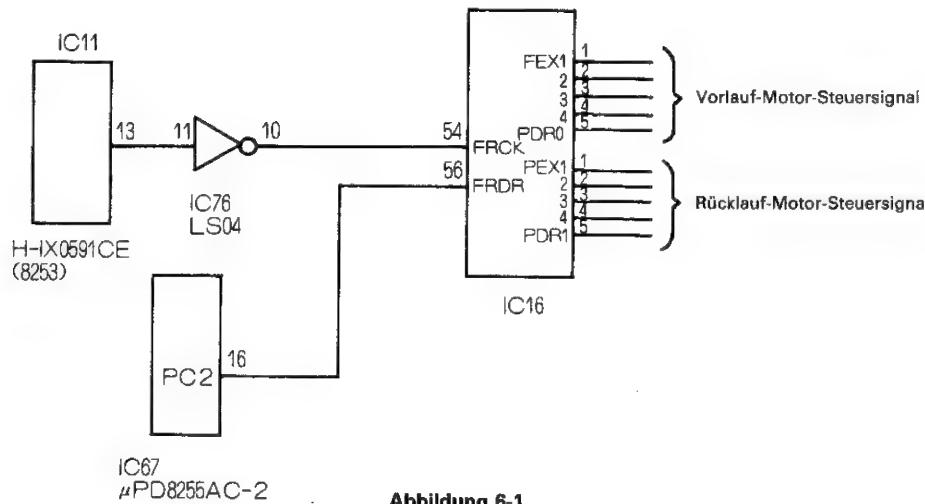

Abbildung 6-1
Die Schrittmotoren werden durch die Signalflüsse gesteuert, wie aus Abbildung 6-1 ersichtlich ist.
Das Taktsignal wird demäß Abbildung 6-1 dem Stift ⑤4 von IC16 zugeleitet, und die zentrale Steuereinheit regelt das Impulsintervall für FEX1 bis FEX4 und REX1 bis REX4 und bestimmt, welcher Impuls abgegeben wird. Gleichzeitig wird der Ausgangsspeigel des Stiftes ⑥6 (FRDR) für jede Betriebsart (Vorlauf, Rücklauf, Direktseitenwahl, Kopieren) eingestellt.